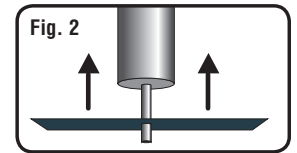

Fig. 2
2. Dip coarse (#220-grit) Sandpaper in water. On a piece of scrap wood, pierce tool pin through backside of Sandpaper (Fig. 2).
2. Tremper grossier (#220-grit) papier de verre dans l'eau. Sur un morceau de ferraille bois, pierce épingle de outil à travers l'arrière du papier de verre (Fig. 2).